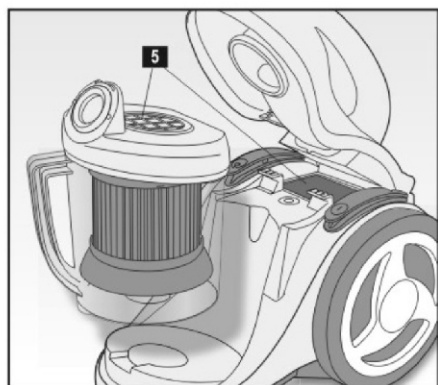

Fig. 6
- Filtres internes. Il s'agit de filtres normaux en fibre plastique. Pour leur nettoyage, il suffit de les extraire, de les laver soigneusement avec de l'eau tiède et, seulement après les avoir fait sécher, les remettre à leur place (5 - Fig. 6). Le filtre situé dans le couvercle du récipient doit être enlevé depuis la partie qui se trouve sous le couvercle.